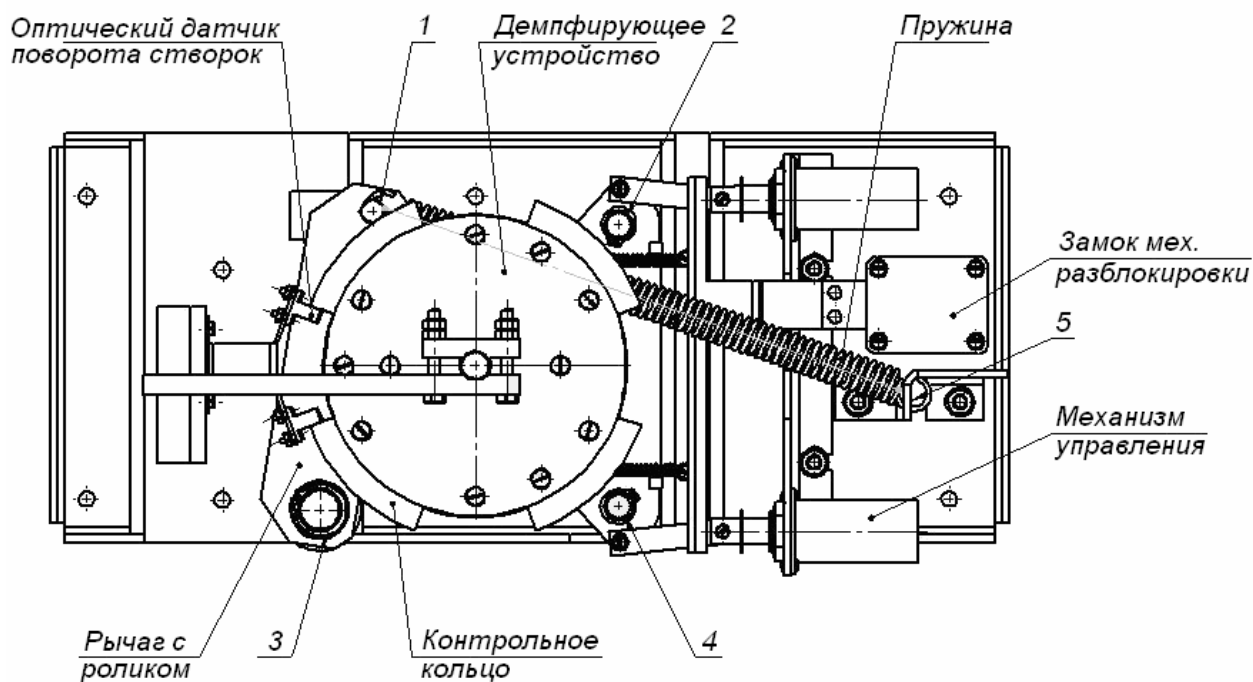

Рисунок 14. Узел вращения ЭП (1-5 – места смазки)
- 2 Снимите крышку (3) в порядке, указанном в разд. 5.7 и положите ее на ровную устойчивую поверхность.
- 3 Осмотрите узел вращения ЭП (см. рис. 14):
- четыре втулки на устройстве доворота – две на оси вращения толкателя и две на оси крепления пружины, а также отверстия в деталях крепления пружины, по две - три капли масла в каждое место смазки (места смазки указаны на рис. 14); не допускайте попадания смазки на поверхность кольца контрольного и на ролик;
- механизмы секретности замка механической разблокировки (7) и замка крышки (4) со стороны замочной скважины.
- 8 Проверьте крепление створок (4) и при необходимости подтяните шестигранным ключом SW5 винты крепления створок.
- 9 Проверьте фиксацию ротора ЭП (5) относительно вала механизма доворота и, при необходимости, подтяните установочные винты.
- 10 Проверьте затяжку всех анкерных болтов крепления рамы (1) ЭП к полу и при необходимости подтяните их.
- 11 Установите на место крышку (3) (см. разд. 6). Установка крышки не требует применения больших физических усилий, после чего зафиксируйте ее двумя винтами.